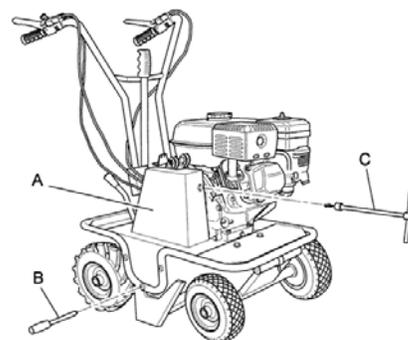

Рис. 6
- открутите винты (рис. 6, поз. В и С) и снимите металлическую защитную крышку (рис. 6, поз. А).